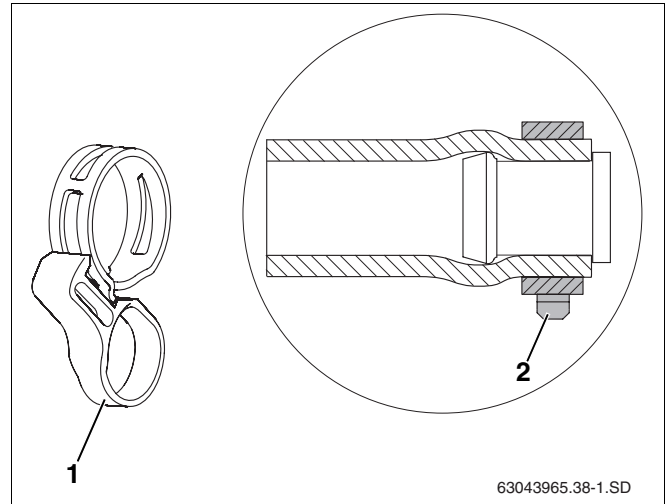

Abb. 36 Federbandschelle mit Sicherungsring und im montiertem Zustand am vormontierten Blindstopfen
- Die korrekte Position der Federbandschelle ist unbedingt vor dem Abziehen des Sicherungsringes (Abb. 36, **Pos. 1**) zu gewährleisten (Abb. 36, **Pos. 2**). Ein nachträgliches Lösen mit Zangen kann die Spannkraft beeinträchtigen.